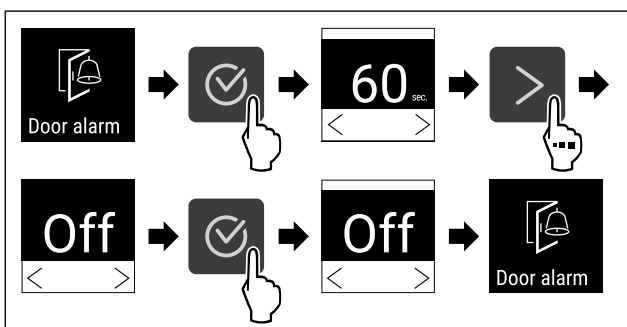

Fig. 106
- ▶ Handlungsschritte (siehe Fig. 106) durchführen.